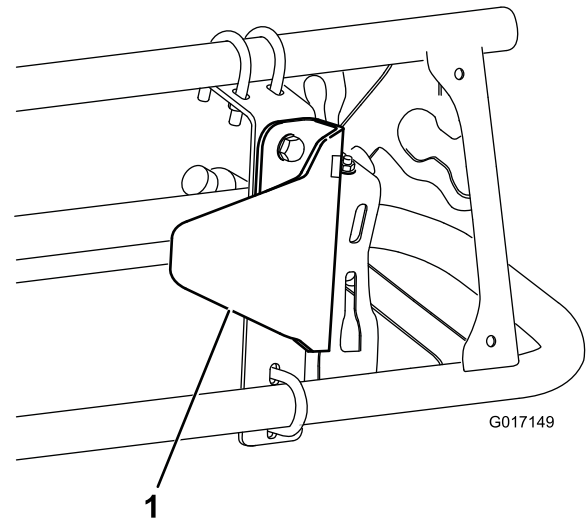

Figure 7
2. Posez le support de protection de capteur sur le support de fixation avec 2 boulons (5/16 x 3/4") et 2 écrous à embase (5/16"), comme illustré à la Figure 7.